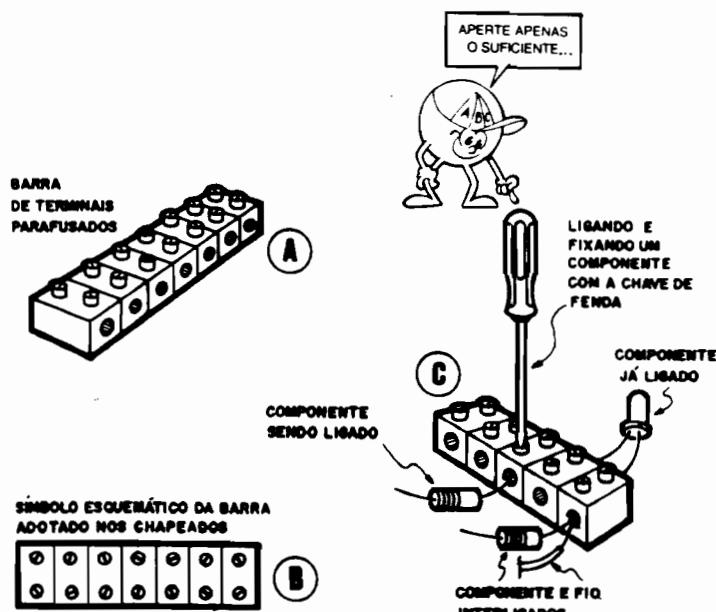

Fig. 1
- FIG. 1-A - A barra de terminais (muito fácil de ser encontrada em casas de materiais eletro-eletrônicos) apresenta normalmente 12 segmentos, em "fila", cada um formado por um miolo metálico perfurado (no qual são inseridos os fios ou terminais a serem interligados) e um par de parafusos pequenos, que "atravessam" verticalmente o miolo. Tais parafusos exercem a função dupla de fixar mecanicamente os fios ou terminais e, ao mesmo tempo, promover sua conexão elétrica. ATENÇÃO: embora a barra inteira apresente 12 segmentos, seu material estrutural é fácil de cortar (com canivete ou estilete), de modo a reduzir o tamanho (número de segmentos) da barra às conveniências específicas. Se o Leitor/Aluno precisar, numa montagem ou experiência, de uma barra com apenas 5 segmentos, poderá facilmente separar essa extensão, cortando-a da barra inteira... Essa barra é comercializada (na marca tradicional "Sindal") sob o nº de código "812", permitindo a inserção e conexão de "até 1 fio calibre 14", ou, naturalmente, de vários fios ou terminais de calibres inferiores (número AWG maiores...).
- FIG. 1-B - Para descomplicar os desenhos e as informações visuais, aqui em ABC, adotaremos a estilização mostrada na figura, quando a barra for usada nos "chapeados" da montagens e experiências. Eventualmente, os segmentos poderão (para facilitar o acompanhamento e a sequência de montagem...) ser **numerados**. Essa numeração, obviamente, será apenas referencial, já que a barra "verdadeira" não tem números de segmentos nela inscritos...
- FIG. 1-C - Detalhes de como fios e terminais de componentes devem ser ligados (interligados) através da barra. As pontas de fio devem estar desencapadas (removido o isolamento) e os terminais de componentes devem estar bem limpos (se estiverem oxidados, precisam ser previamente raspados com uma lâmina, até o metal se mostrar brilhante...). O procedimento para ligação é simples: